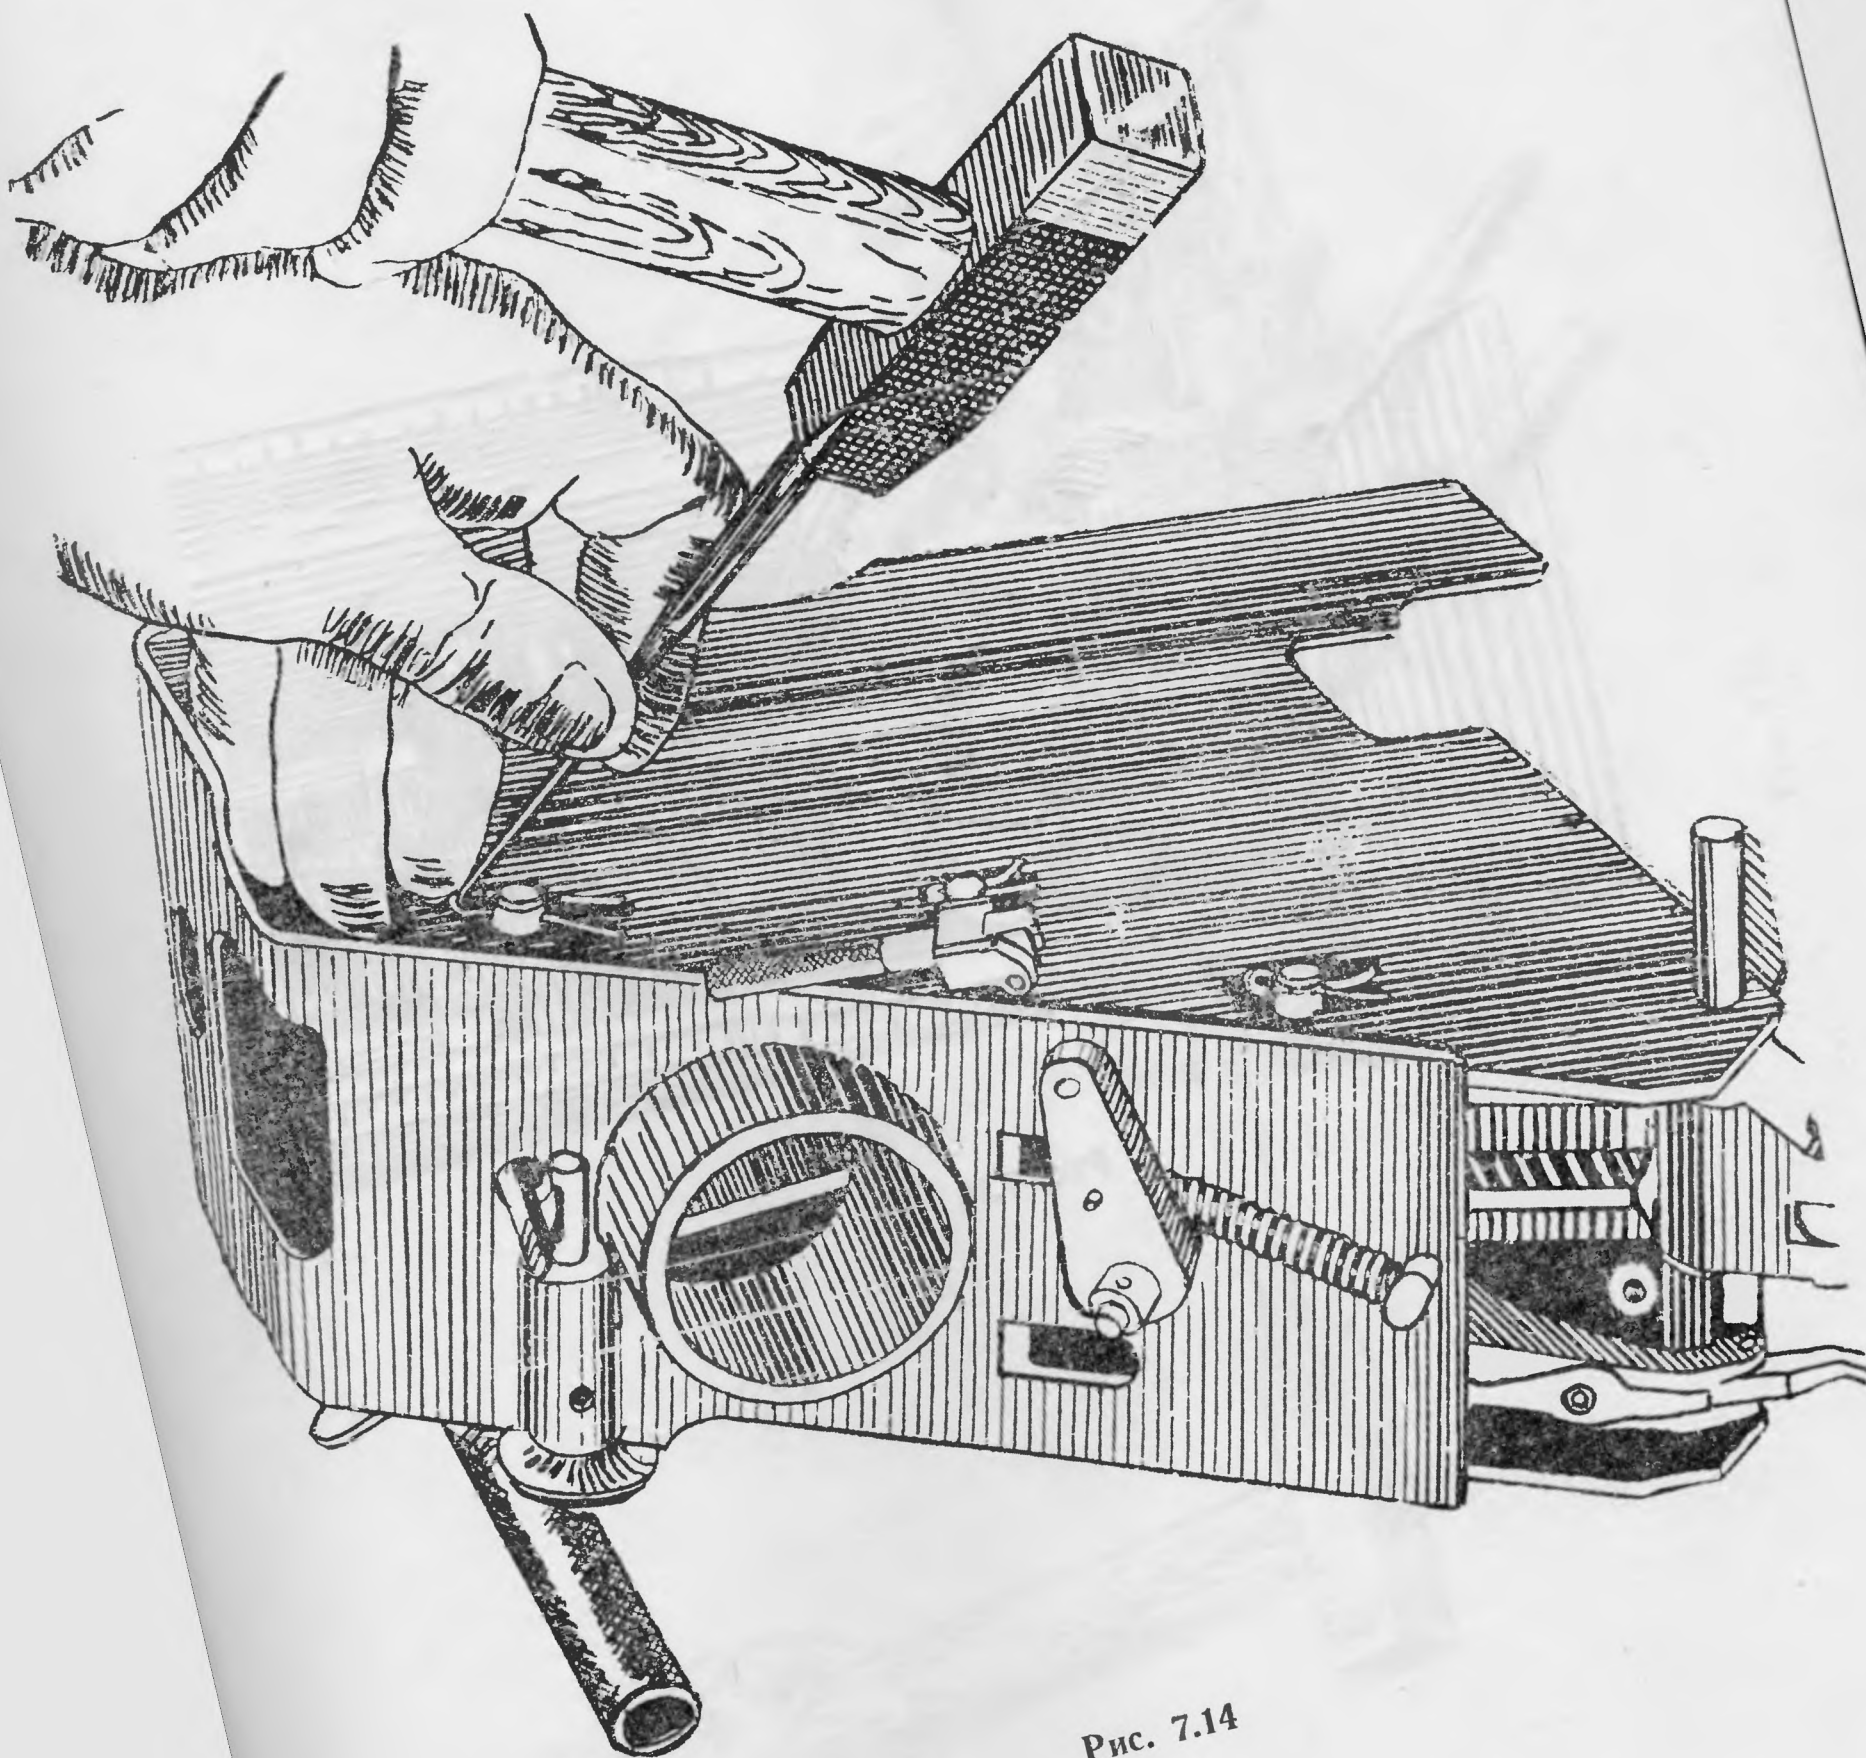

Рис. 7.14
1) снимите булавки с осей и рычага блокировки, используя выколотку Ø3 и молоток (рис. 7.14);